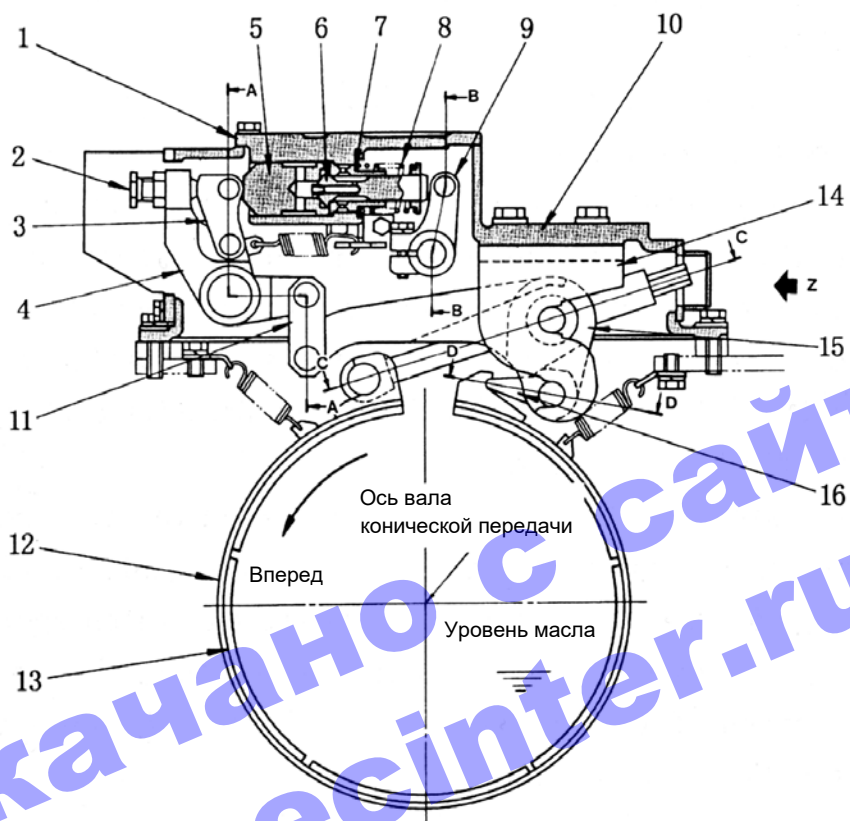

Рис. 5-30.
5.7 Тормоз муфты поворота (Рис. 5-30)